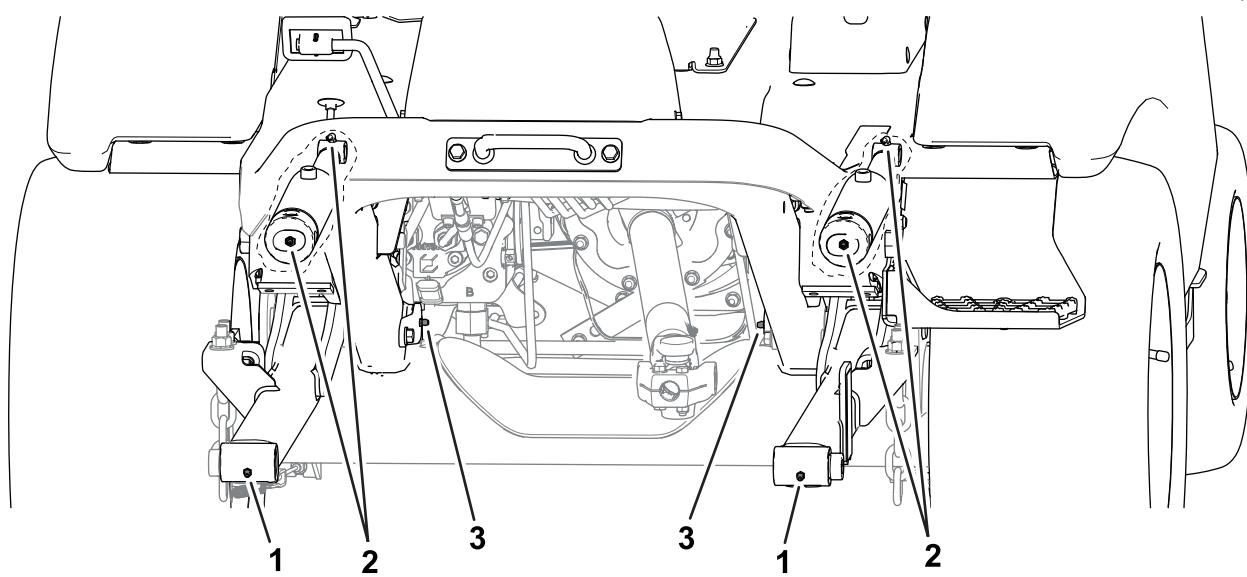

**Figura 49**
- tift de pivotare ax (Figura 49)